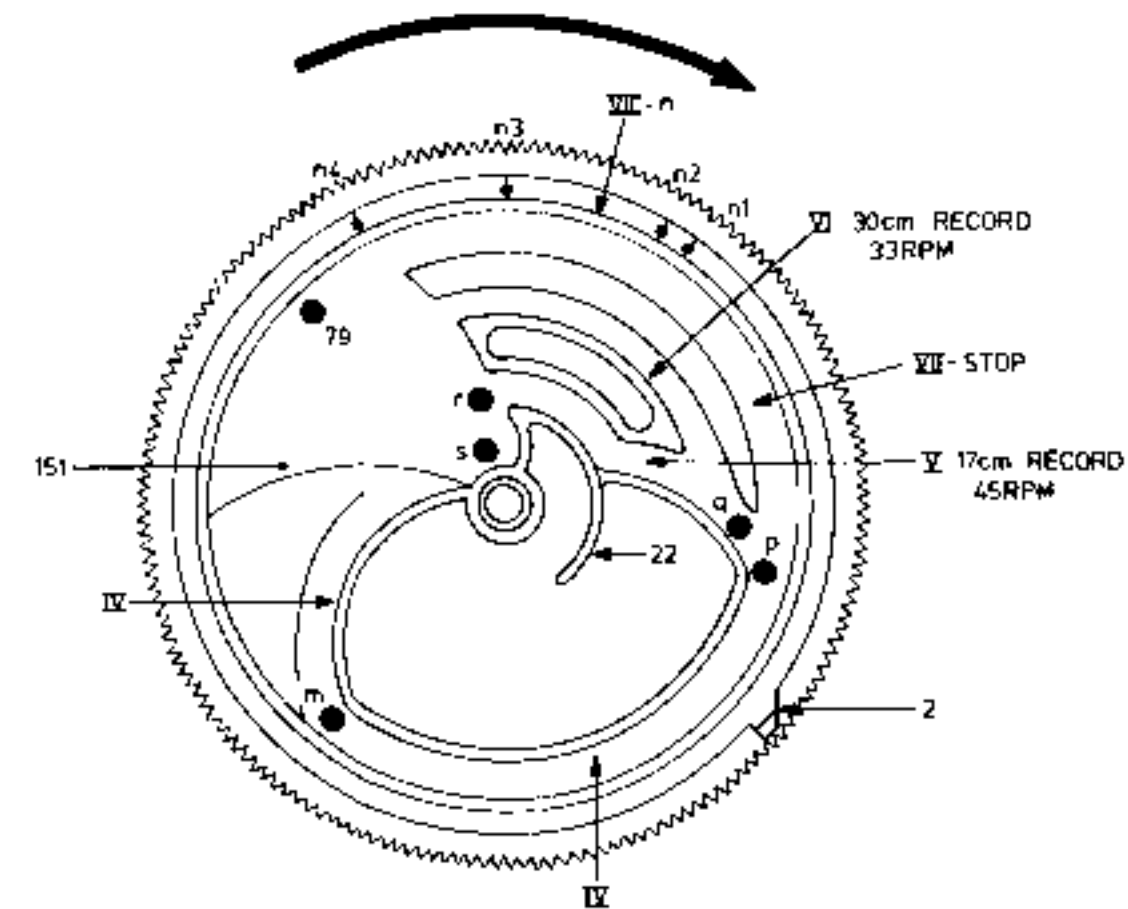
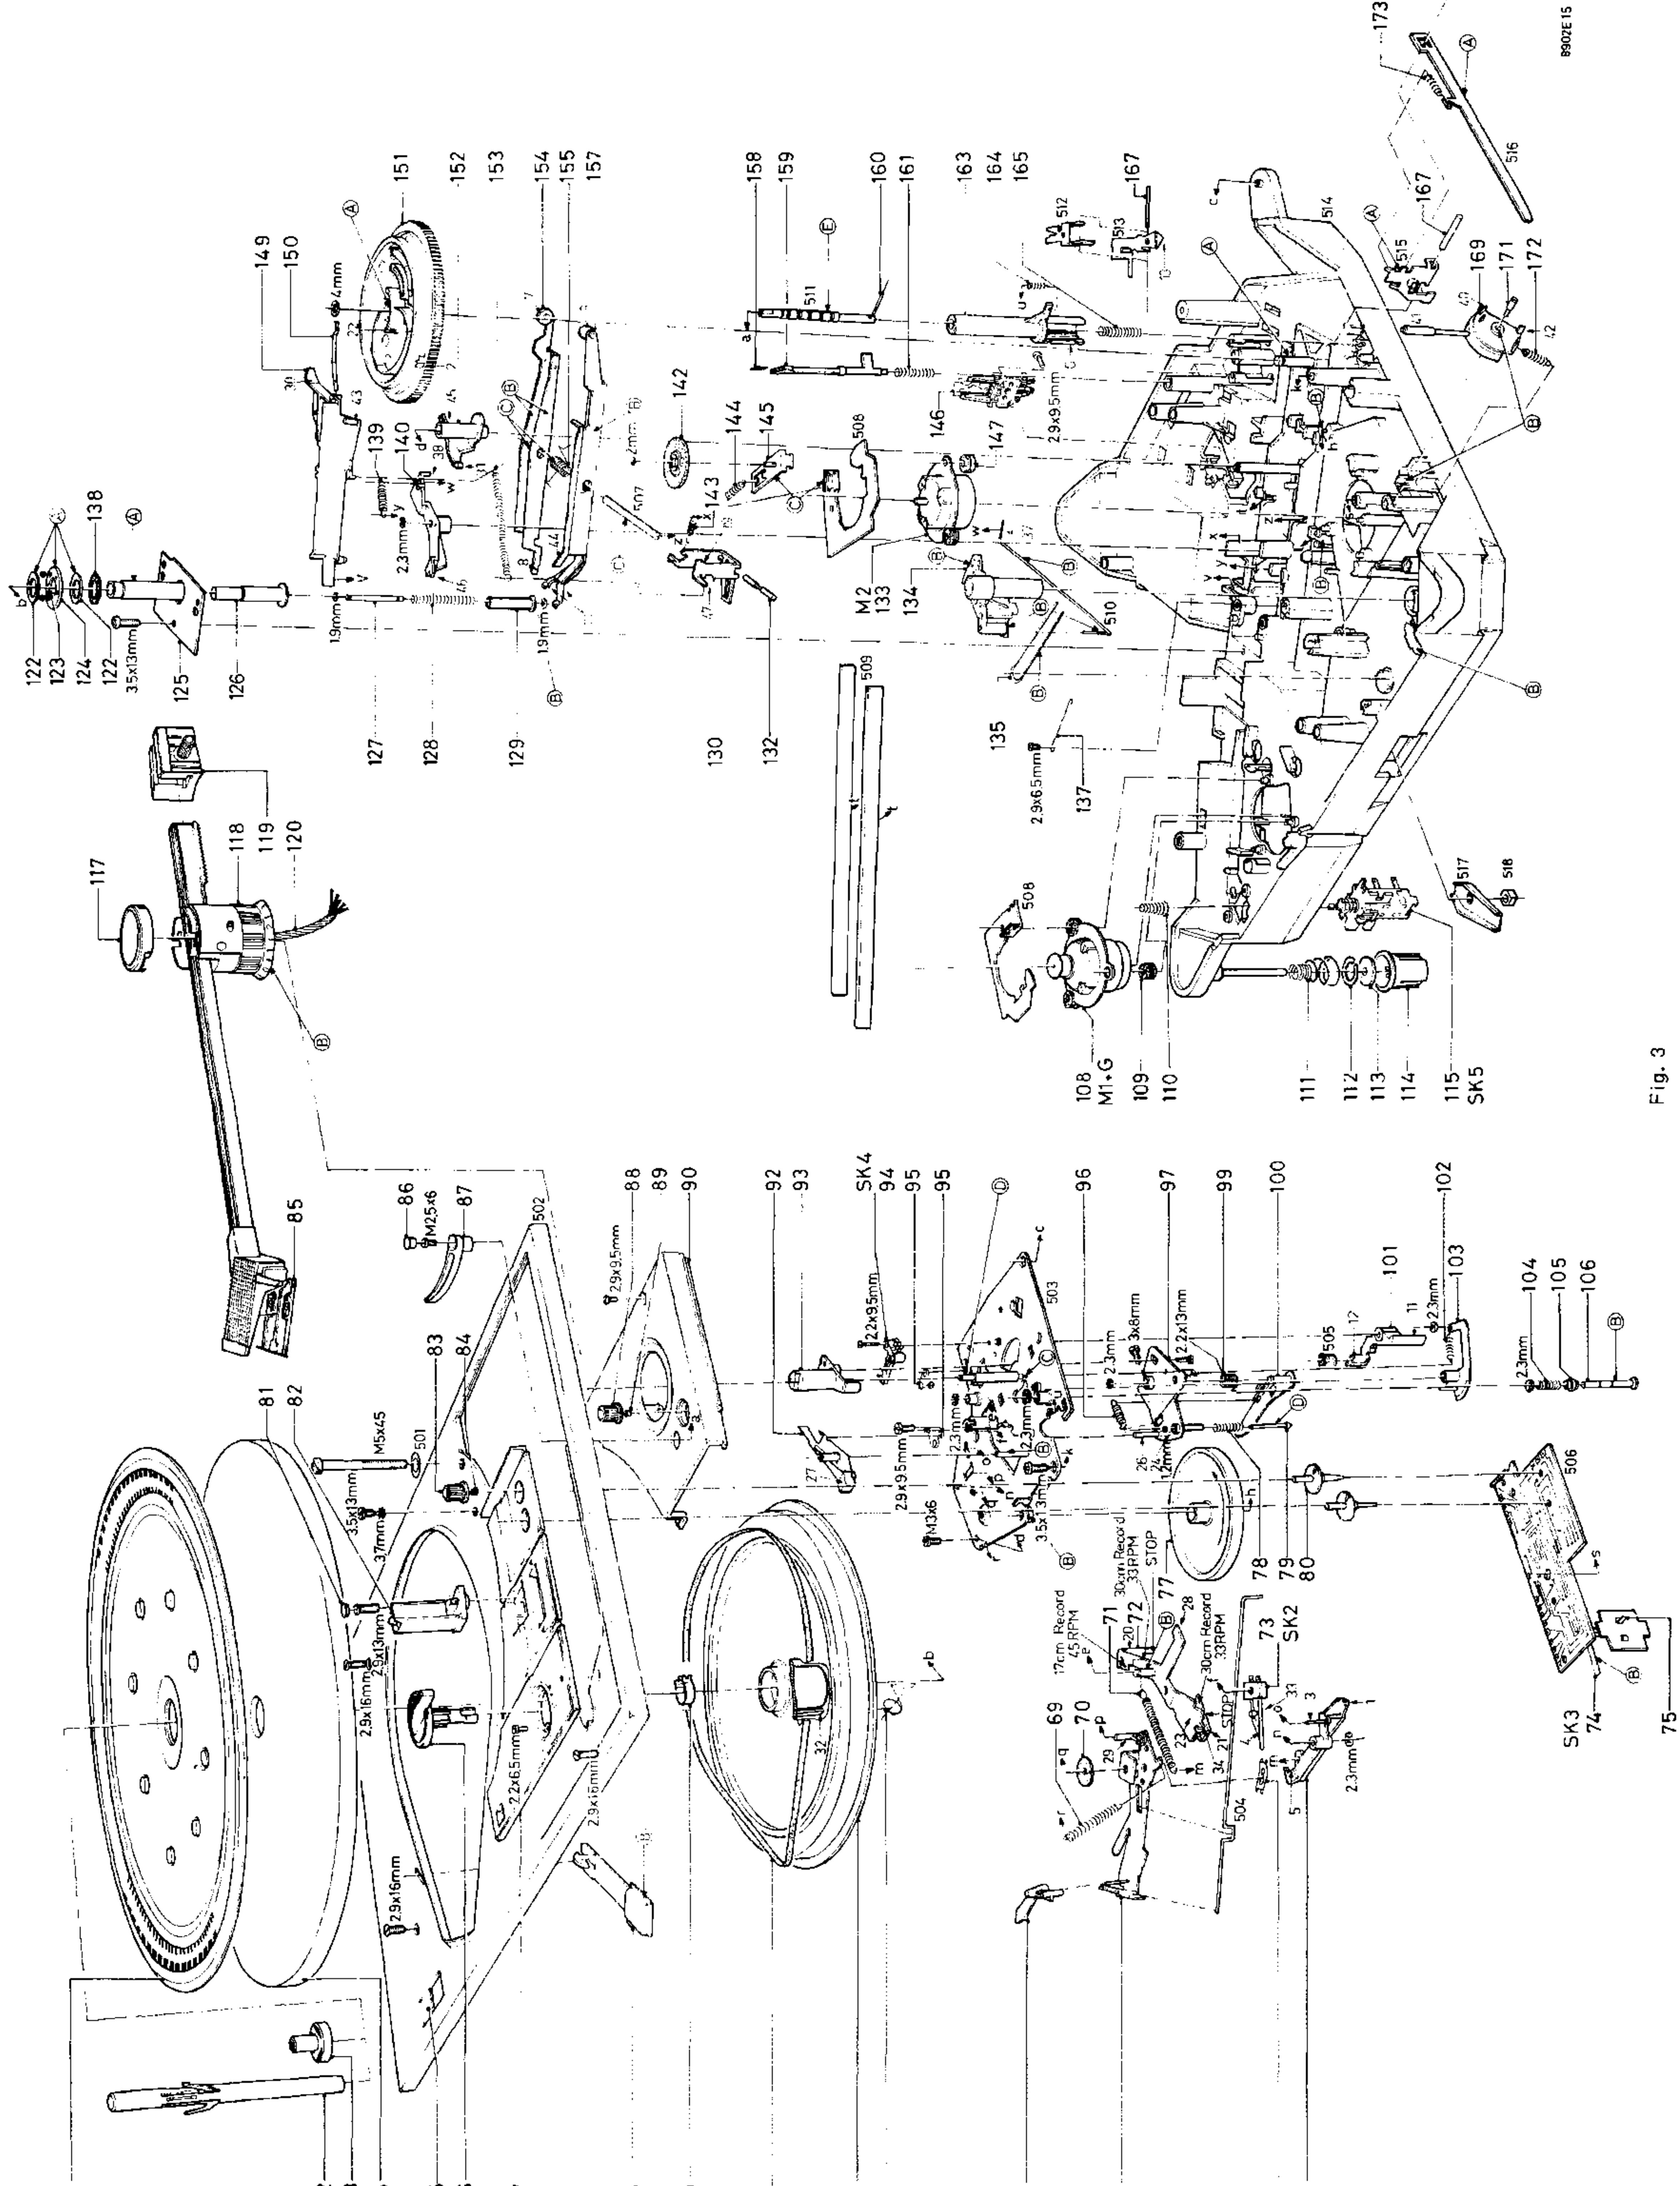

Fig. 2
Fig. 3
Door aandrijfwielen 77 te verdraaien, kan men de onderstaande werking volgen (Fig. 3)
3. Fig. 2 geeft de situatie van de bovenzijde van de kommandoschijf 151, waarbij pen 79 (Fig. 3) en nok 2 v/d kommandoschijf de uitgangspositie hebben volgens Fig. 2. Nok 2 van kommandoschijf 151 komt nu in aanraking met nok 11 van beugel 101 en klapt deze om.
Lip 21 van keuzebeugel 72 loopt langs nok 22 van de kommandoschijf 151 en wordt door veer 71 er tegen gehouden. Pen 79 is ondertussen op punt m van baan IV gekomen (fig. 2).
Tevens komt lip 13 van beugel 513, welke over baan VIII loopt in verdieping n van de kommandoschijf (fig. 2). D.m.v. veer 161 gaat diameertaster 159 vanaf punt n geleidelijk omhoog, omdat beugel 512 deze vrijgeeft.